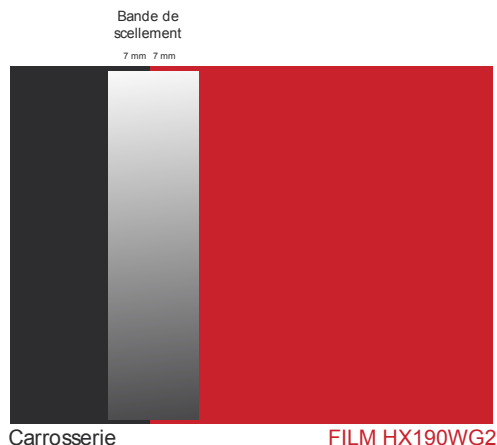

Figure 25
- › Coller la bandelette en la superposant sur environ 7 mm de carrosserie et 7 mm de film HX190WG2 (FIG. 25).